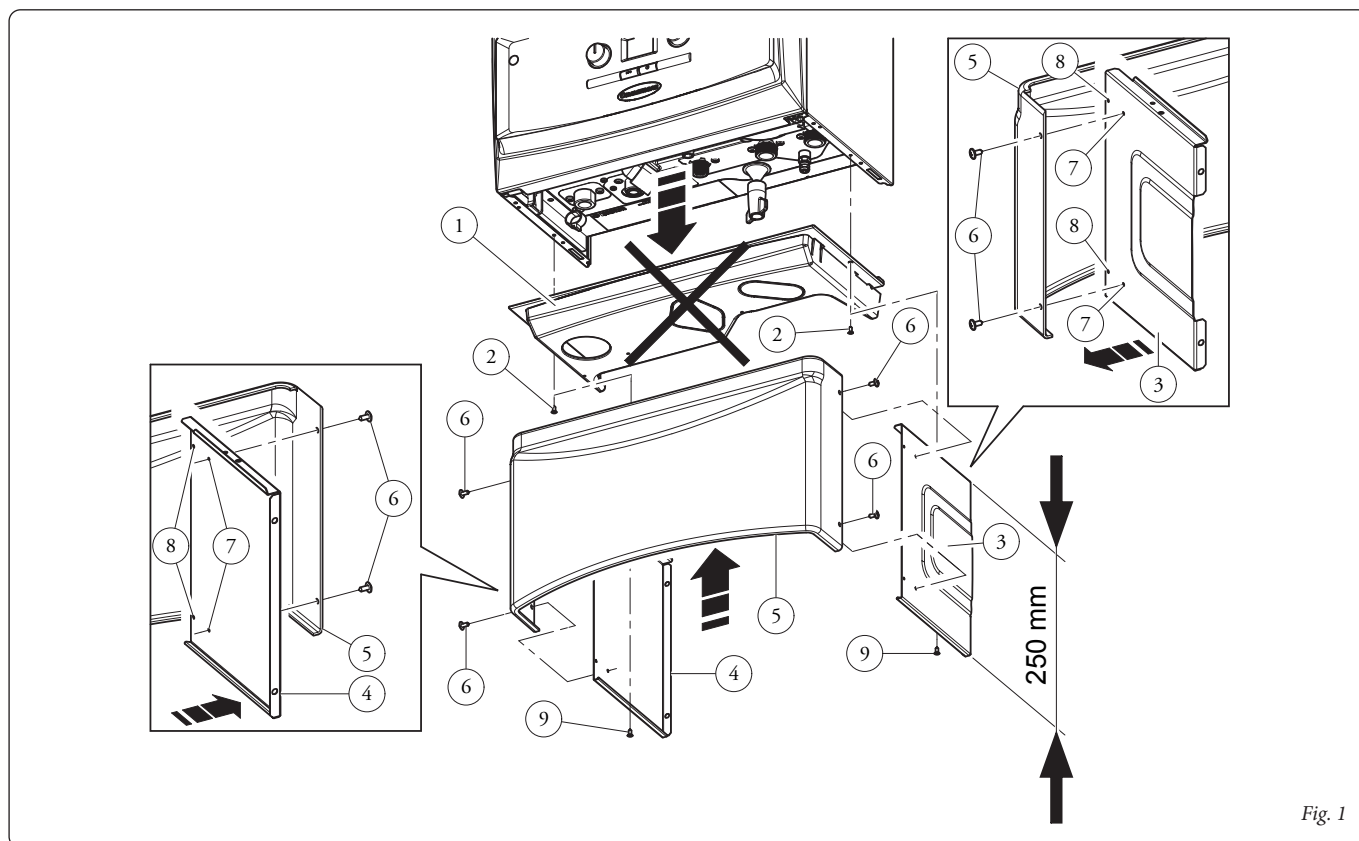

Fig. 1
Eliminare la griglia inferiore (se presente) (pos. 1, Fig. 1) svitando le due viti (pos. 2, Fig. 1).
Montare il kit carter inferiore assemblando il fianco dx (pos. 3, Fig. 1) ed il fianco sx (pos. 4, Fig. 1) al carter frontale (pos. 5, Fig. 1) con le viti (pos. 6, Fig. 1), utilizzando la foratura predisposta.
N.B.: per caldaie serie TT, Tera e Victrix Hybrid utilizzare la foratura sui carter laterali (pos. 7, Fig. 1) mentre per caldaie serie Victrix Exa utilizzare la foratura (pos. 8, Fig. 1).
Attenzione: il fianco con bugna (pos. 3, Fig. 1) dovrà sempre essere montato sul lato destro guardando la caldaia frontalmente, come riportato in Fig. 1.
Al termine fissare il kit carter inferiore alla caldaia utilizzando le viti (pos. 9, Fig. 1), fornite in dotazione.
Remove the bottom grid (if present) (pos. 1, Fig. 1) by unscrewing the two screws (pos. 2, Fig. 1).
Mount the bottom guard kit by assembling the right side (pos. 3, Fig. 1) and the left side (pos. 4, Fig. 1) to the front guard (pos. 5, Fig. 1) and screwing the screws (pos. 6, Fig. 1) into the prepared holes.
Note: for TT, Tera and Victrix Hybrid series boilers use the holes on the side guards (pos. 7, Fig. 1), for Victrix Exa series boilers use the holes (pos. 8, Fig. 1).
Attention: the side with central panel (pos. 3, Fig. 1) should always be mounted on the right side when standing in front of the boiler, as shown in Fig. 1.
Afterwards, fit the bottom guard kit to the boiler with the screws (pos. 9, Fig. 1) provided.